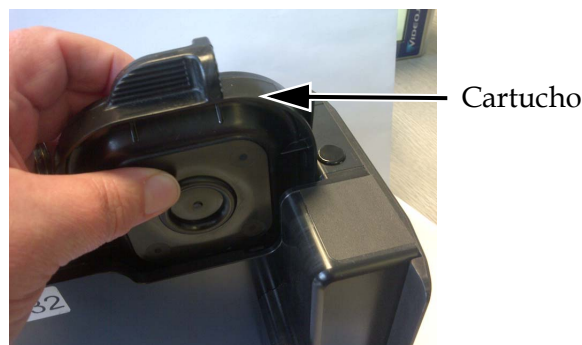

Figura 5-4: Inserción del cartucho en el cabezal
- 8 Introduzca el cartucho en el cabezal (consulte la Figura 5-4).